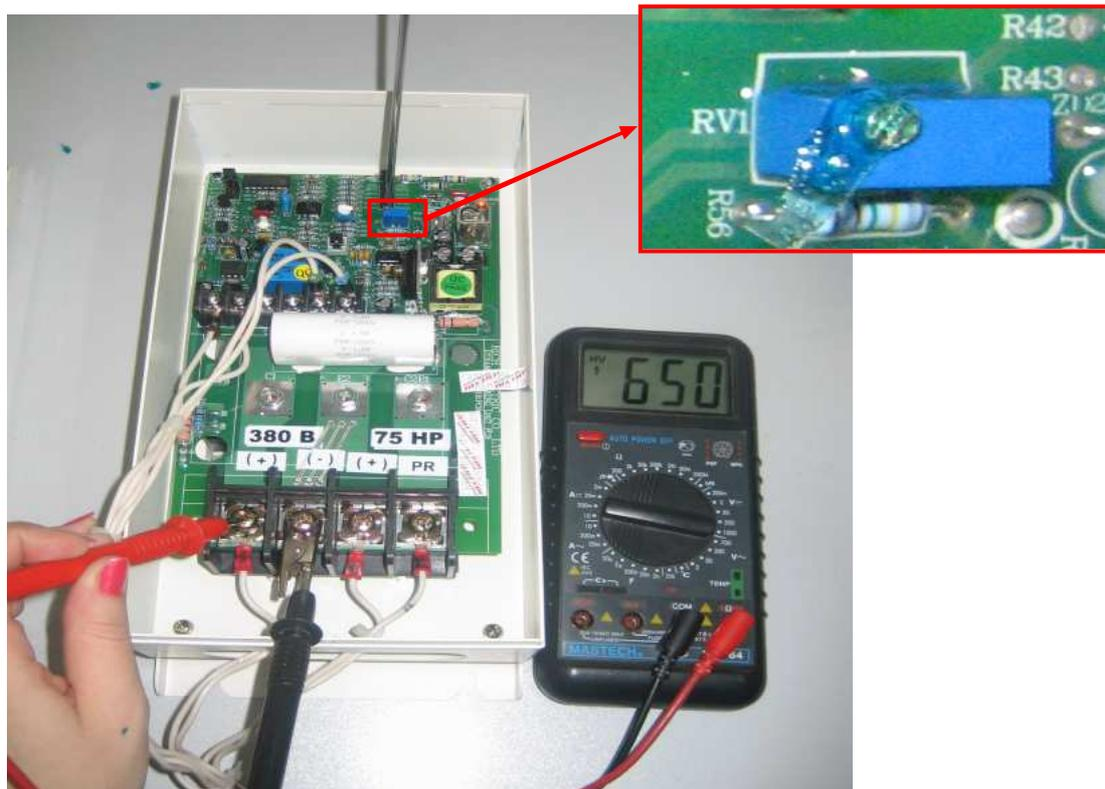

Рис. 4.13.
- мультиметр должен показывать напряжение в пределах  $650 \pm 5$ В (рис. 4.13).
4.8.9. Если показания мультиметра отличаются от указанного значения, вращая отверткой регулировочный винт переменного резистора **RV1** (Рис. 4.13) установить показания 650В;